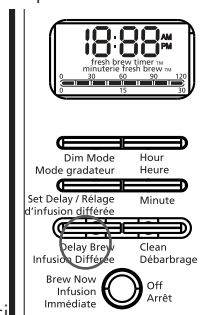

FIGURE 8
3. Pour activer la fonction **DELAY BREW** (infusion différée) et programmer la cafetière afin qu'elle filtre le café à heure choisie, appuyez une fois sur la touche **DELAY BREW**. La cafetière est ainsi prête à infuser automatiquement le café à l'heure préchoisie (figure 8).
Pressez la touche **DELAY BREW** jusqu'à ce que tous les voyants s'éteignent (figure 8).